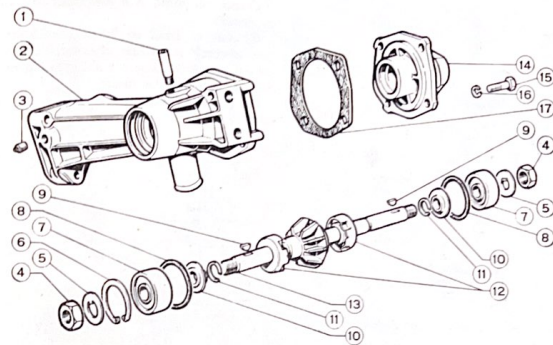

Fig. 41.—Despiece de la bomba de agua.
1.4.0.1. Modo de desarmar y rearmar la bomba de agua (fig. 41)